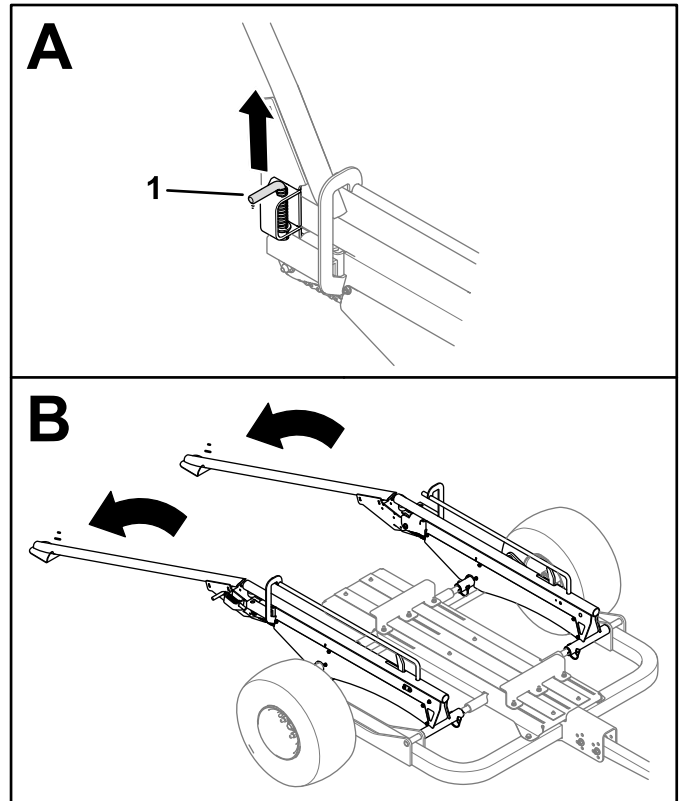

Figura 28
2. Tire de los pasadores de cierre a ambos lados del remolque para liberar los raíles o las rampas y bájelos al suelo (Figura 28).